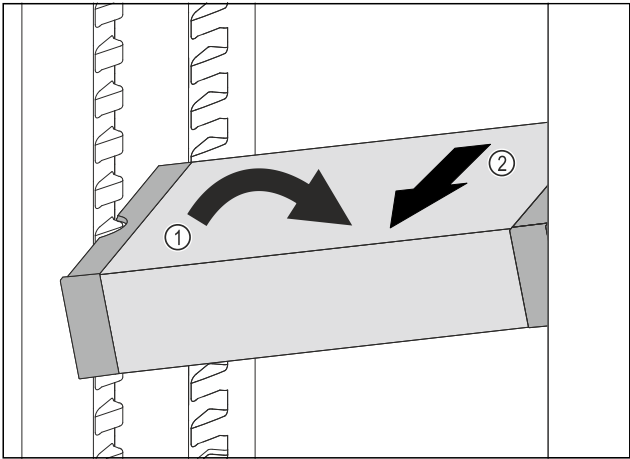

Fig. 105
► 在冷藏区中倾斜 VarioSafe。Fig. 105 (1)
► 向前取出 VarioSafe。Fig. 105 (2)